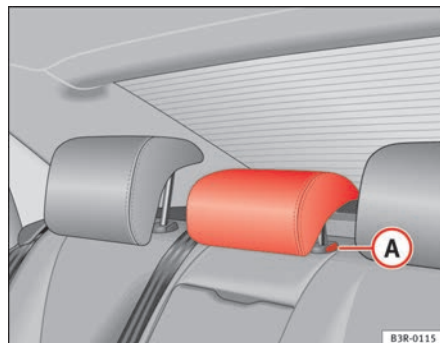

Abb. 112 Mittlerer Fondsitz: Kopfstützen
- Drücken Sie den Knopf **A** ⇒ Abb. 112 und führen Sie die Kopfstütze nach unten.
- Drücken Sie auf die Taste **A** ⇒ Abb. 112 und ziehen Sie gleichzeitig die Kopfstütze heraus.